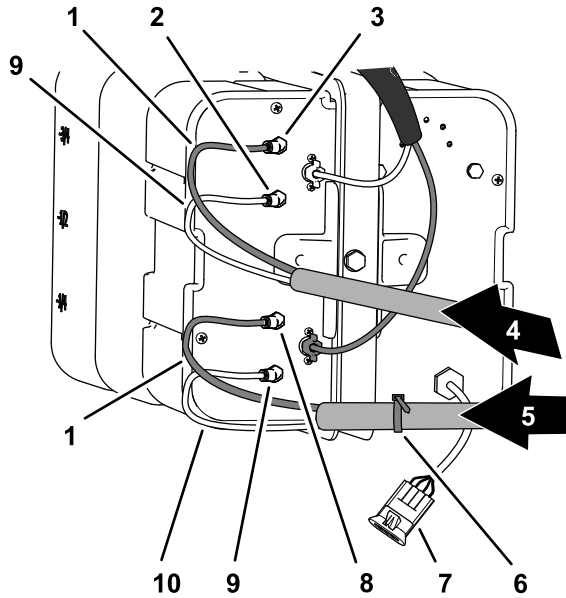

Figura 16
- En el panel de conexiones del compresor del kit de marcador de espuma, coloque una brida alrededor de los tubos transparente y azul de la sección de fumigación derecha (Figura 16).